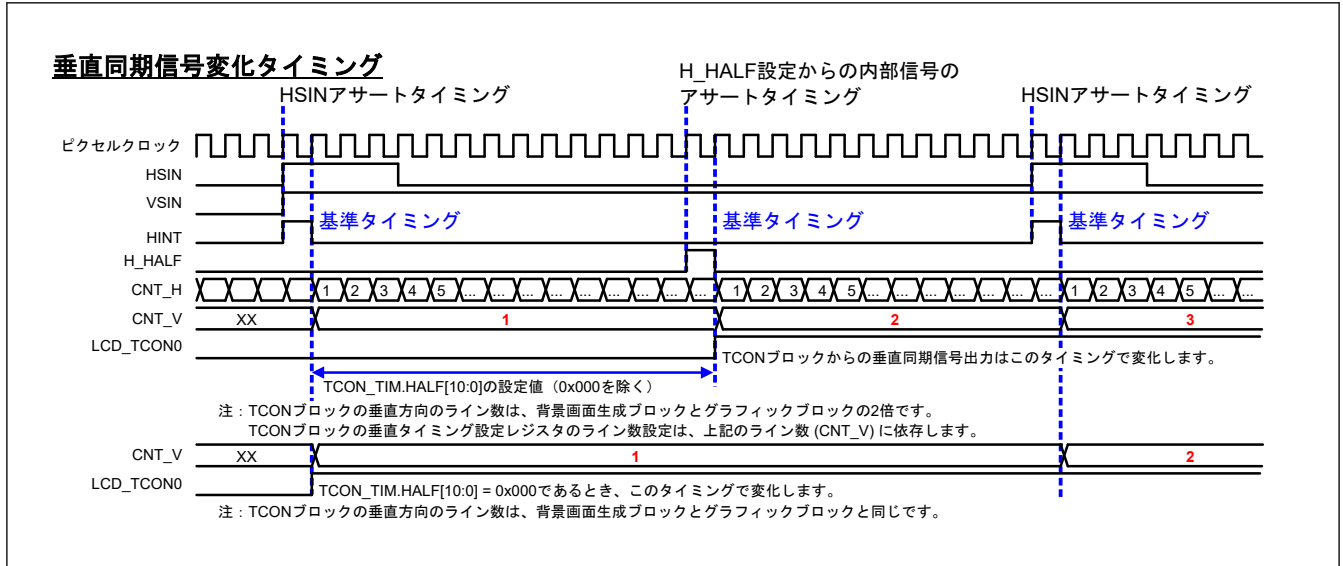

図 49.16 TCON 内の垂直同期信号変化タイミング
HALF[10:0]ビットは、TCON 内で垂直同期信号が生成された時の信号変化タイミングを指定します。内部水平同期信号 (HS) がアサートされてからの遅延時間として変化タイミングをピクセル単位で設定します。TCON 内の垂直同期信号変化タイミングを図 49.16 に示します。